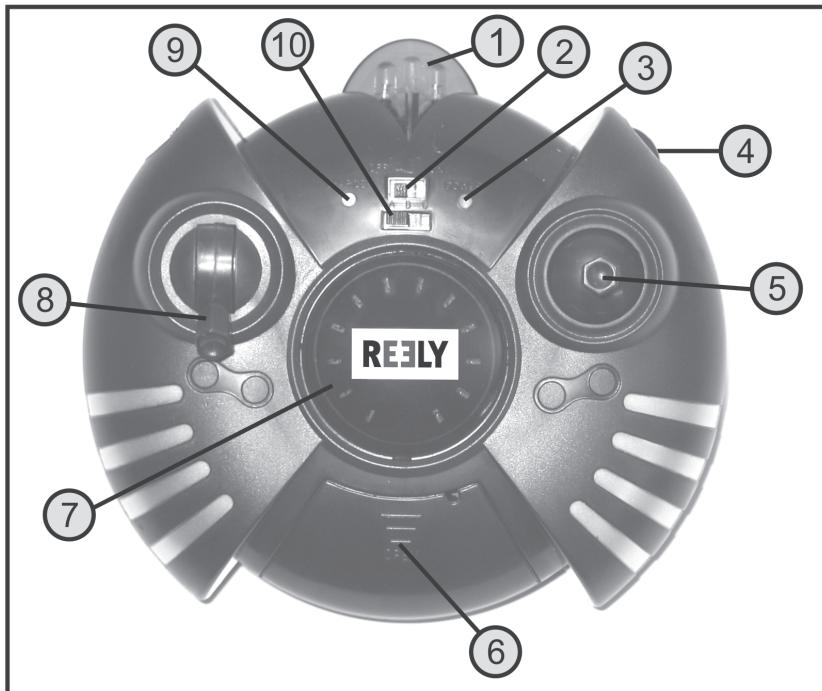

Figure 1
Poussez le commutateur de fonctionnement (voir figure 1, pos. 2) de la position gauche « OFF » (Arrêt) vers la droite, sur la position « ON » (Marche).
Dès que vous déplacez le levier de commande de la fonction de Pas (voir fig 1, pos 8) vers le haut, les 3 DEL en bas à gauche de la bague d'affichage DEL (3) commencent à clignoter.
Poussez le capot du compartiment du câble de chargement (voir figure 1, pos.6) vers le bas et sortez le câble de charge (1) de l'émetteur.
Allumez enfin l'émetteur. La DEL de contrôle de charge (voir figure 1, pos. 9) et la DEL Power (voir figure 1, pos. 3) sont allumées.